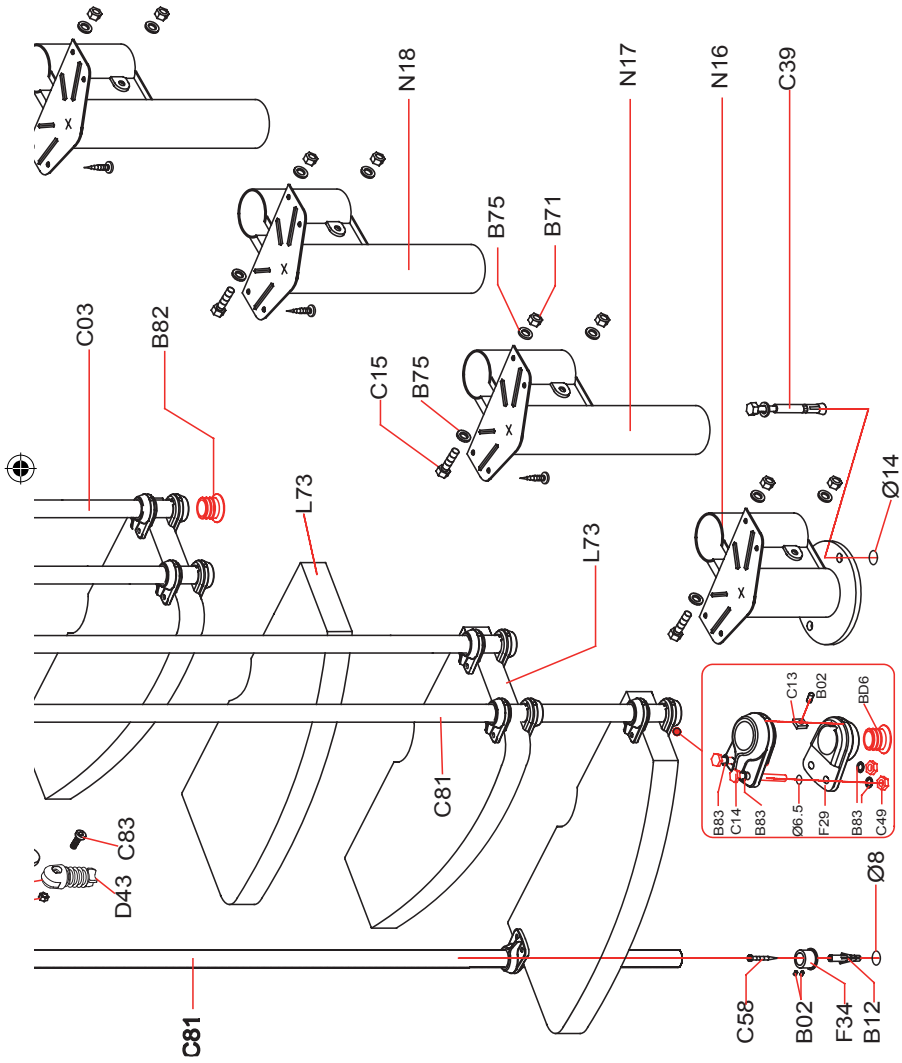

**FIG. 1**
- c. Serrer les pièces C15 de manière définitive (fig. 1).
15. Monter les pièces C63, C65, C66 sur les colonnettes C03 et le piece D43 sur la colonnette C81 avec les pieces C83 et C54 (fig. 1), (fig. 7).
17. Monter les pièces F23 sur les marches, dans une position intermédiaire, en utilisant les pièces C14, B83, C49, C13, B02 (fig. 1) (fig. 3). Couper les colonnettes C03 à la bonne taille et les fixer dans les pièces F23 en les bloquant avec les articles B02. Fixer les colonnettes sur la main-courante A22 avec les articles C64. Veiller à ce que chaque colonnette soit bien verticale.
18. Vérifier la distance des marches du mur (environ 5 cm.). Vérifier la verticalité de tout l'escalier et, si nécessaire, la corriger en déplaçant le support N16. (fig. 1).
19. Démonter la première marche L73 et percer le sol avec une mèche Ø 14 mm en correspondance des trous situés sur le support N16 (fig. 1).
20. Introduire les pièces C39 et serrer de manière définitive (fig. 1).
21. Remonter la première marche L73 et fixer au sol la pièce F34, en correspondance de la première colonnette C81, en perçant avec une mèche Ø 8 mm. Utiliser les pièces C58, B12 et B02. Introduire la colonnette C81 et serrer la pièce B02 (fig. 1).
22. En correspondance de la première et de la dernière colonnette, couper la partie de la main-courante en excédent et terminer le montage en introduisant la pièce A37, en utilisant l'article C64 et la colle X01 (fig. 1).
23. Terminer le montage de l'escalier en introduisant les pièces B82 dans les colonnettes C03 (fig.1).
3. Determinar la posición de fijación del soporte N19 (fig. 1) considerando dos los siguientes puntos:
5. Montar en el suelo, con configuración rectilínea, los soportes N19, N18, N17 y N16 considerando la contrahuella calculada precedentemente. Utilizar los elementos C15, B71 y B75 (fig. 1). Apretar lo suficiente, considerando que para la configuración B los soportes N19, N18, N17 y N16 todavía deben girarse.
7. Fijar definitivamente el soporte N19, utilizando el elemento C39 (fig. 1).
10. Montar y fijar los elementos F23 y F29 utilizando los elementos C14, B83, C49, C13, B02 (fig. 1).
11. Fijar definitivamente los peldaños L73 comenzando desde arriba hasta el soporte N16, utilizando los elementos C57 (fig. 1).
- c. Apretar los elementos C15 definitivamente (fig. 1).
15. Montar los elementos C63, C65, C66, a los barrotes C03 y el elemento D43 al barrote C81 con los elementos C83 y C54 (fig. 1), (fig. 7).
17. Montar los elementos F23 en los peldaños, en una posición intermedia, utilizando los elementos C14, B83, C49, C13, B02 (fig.1) (fig. 3). Cortar los barrotes C03 con precisión y fijarlos en los elementos F23 bloqueándolos con el artículo B02. Fijar los barrotes al pasamanos A22 con los elementos C64. Comprobar que todos los barrotes estén en posición vertical.
18. Comprobar la distancia de los peldaños de la pared (5cm ca.). Comprobar la verticalidad de la escalera, corrigiéndola, si es necesario, moviendo el soporte N16 (fig. 1).
19. Desmontar el primer peldaño L73 y taladrar el suelo con una broca  $\varnothing$  14 mm en correspondencia con los agujeros del soporte N16 (fig. 1).
20. Introducir los elementos C39 e y apretar definitivamente (fig. 1).
21. Volver a montar el primer peldaño L73 y fijar en el suelo el elemento F34 en correspondencia con el primer barrote C81, taladrando con la broca  $\varnothing$  8 mm. Utilizar los elementos C58, B12 y B02. Introducir el barrote C81 y apretar el elemento B02 (fig. 1).
22. En correspondencia con el primer y último barrote, cortar el pasamanos que sobra y completar el montaje introduciendo el elemento A37 utilizando el artículo C64 y la cola X01 (fig. 1).
23. Completar el montaje de la escalera introduciendo los artículos B82 en los barrotes C03 (fig. 1).